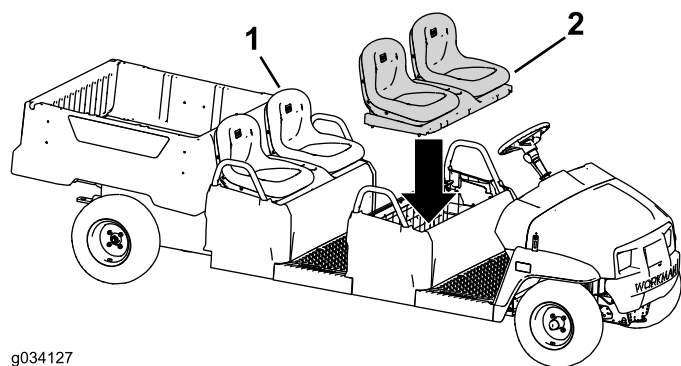

図 52
2. 元の座席アセンブリを後列に取り付ける 図 52。
3. 座席アセンブリを前列に取り付ける 図 52。